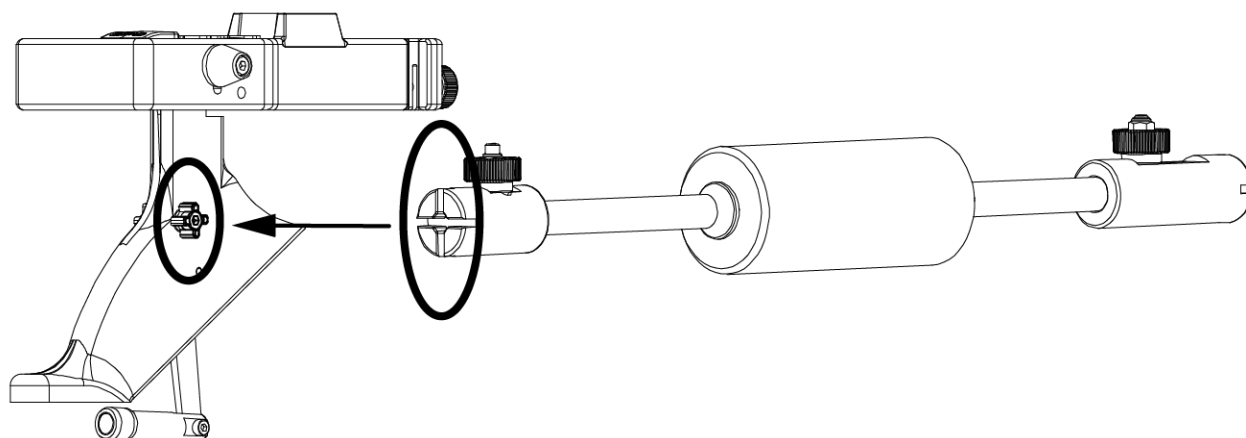

Fig 5 - Punto di incastro Asta
- Appoggiare l'estremità dell'asta con pomello A impegnare l'incastro dedicato **Fig 5 - a pag. 10**, e premere per l'inserimento